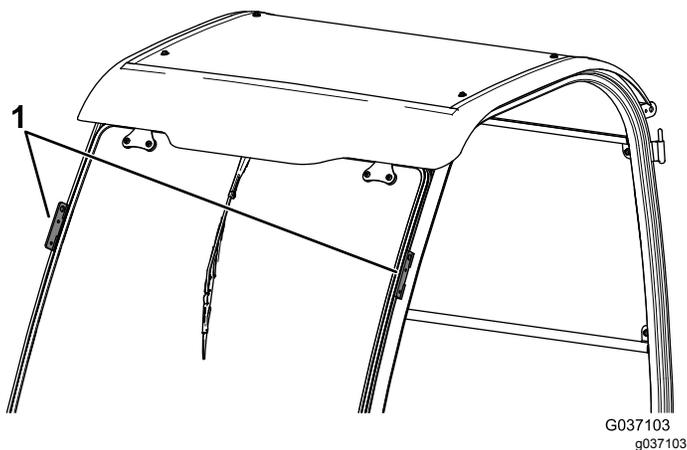

Рисунок 11
4. Поднимите раму кабины, используя точки подъема, и поместите ее на автомобиль (Рисунок 11).